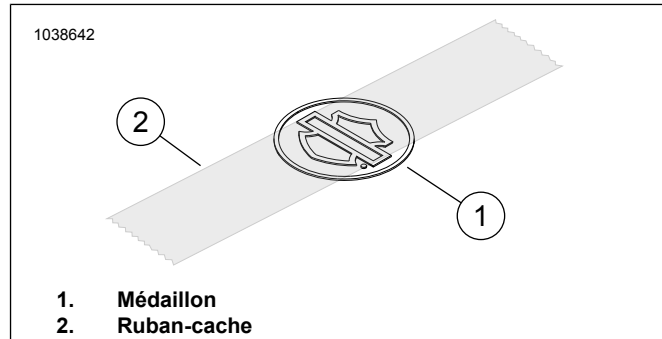

Figure 2. Appliquer du ruban sur le médaillon
2. Voir la figure 2. Placer un morceau de ruban-cache de 7,5 cm (2) centré sur le logo Bar & Shield du médaillon (1).
4. Voir la figure 2. Installer le médaillon sur le support.